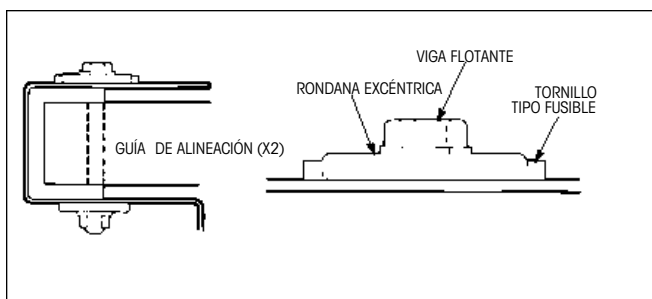

Figura 27. Rondanas excéntrico correctamente colocado
**IMPORTANTE:** la Figura 27 muestra una rondana excéntrica correctamente instalado.